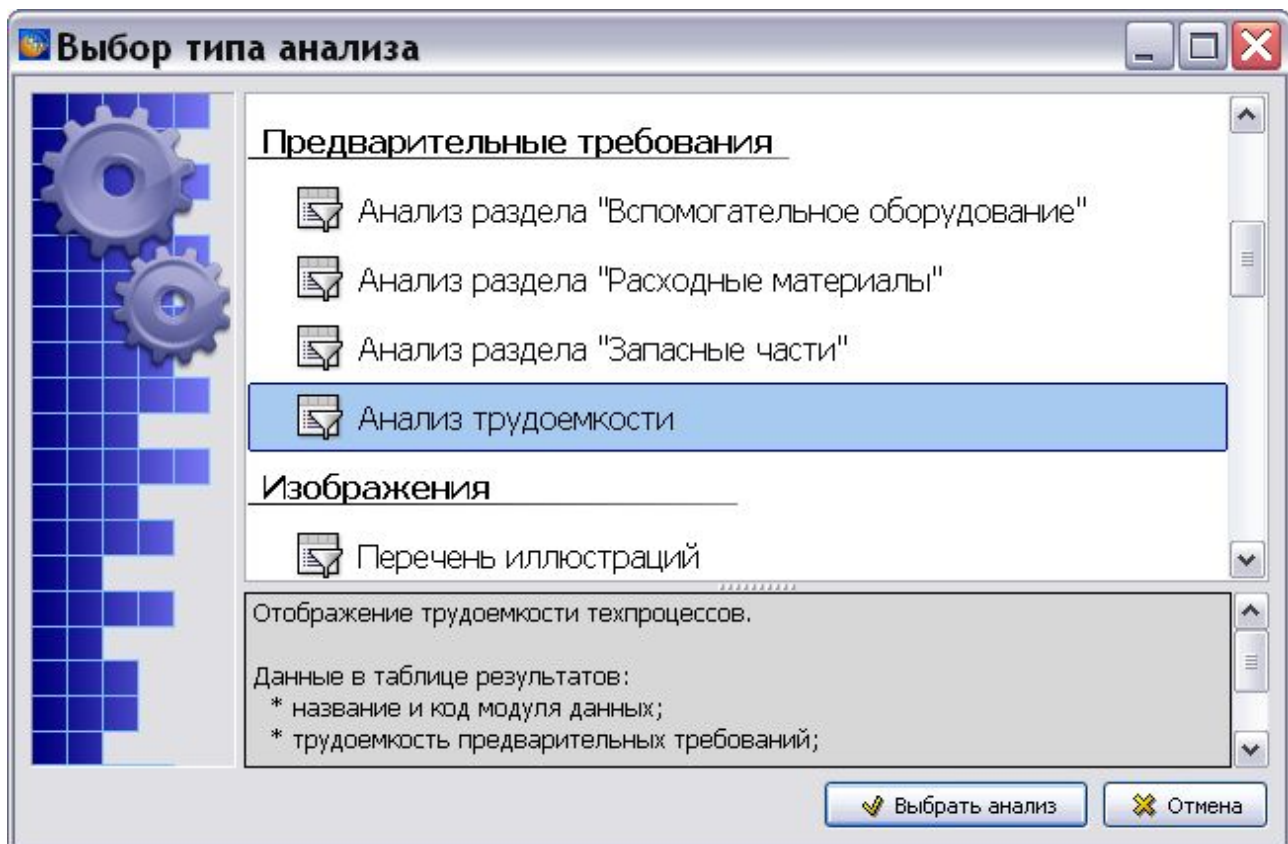

Рис. 8.176
1. В окне **Выбор типа анализа** выберите тип анализа «Анализ трудоемкости» (Рис. 8.176).